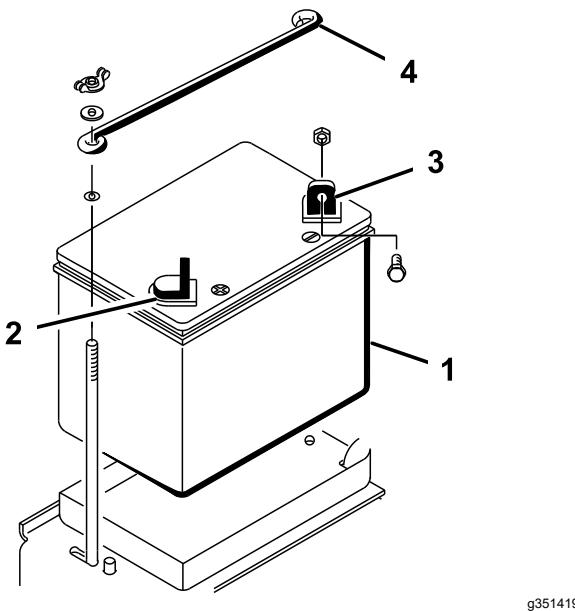

Figure 5
- Placez la batterie sur son support derrière la roue droite, en positionnant la borne négative vers l'arrière de la machine (Figure 5).